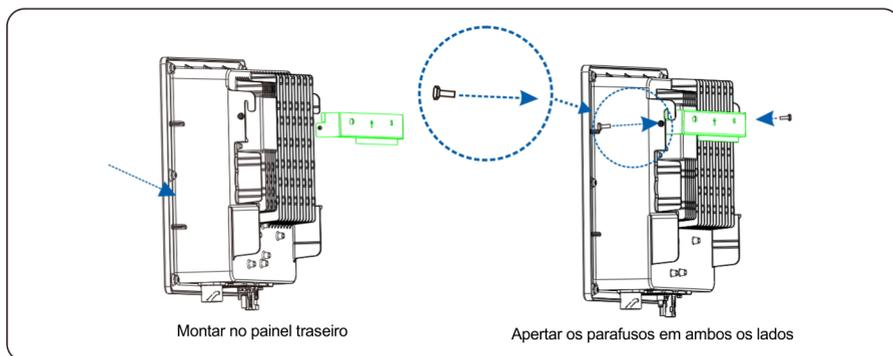

Figura 4.14 Fixação do Inversor
Passo 2 Monte o inversor no painel traseiro e mantenha-os alinhados entre si, como mostra a figura 4.14.
Passo 3 Aperte os dois parafusos de hexágono em ambos os lados do inversor para um torque de 1,2N.m e 3N-m, respectivamente. As especificações de parafuso para 2K-3.6K e 4, 6K-6K são M4 e M6, respectivamente. como mostrado na figura 4.14.